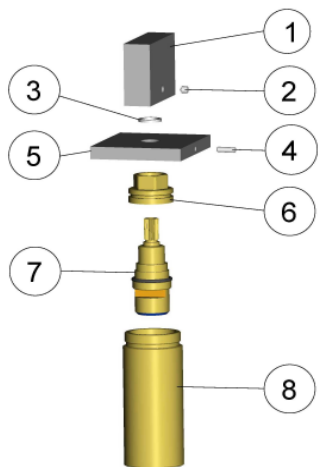

Fig.2
c) estrarre la piantana (10) dal piano sanitario;
d) svitare il grano (2) dalla maniglia (1) con una chiave a brugola **Ch2** ed estrarre la maniglia (v. Fig.2);
e) estrarre l'anello antifrizione (3) (v. Fig.2);
f) svitare il grano (4) posto dietro la bassetta (5) con la chiave a brugola **Ch2** (v. Fig.2);
g) svitare la bassetta (5) ruotando in senso antiorario (v. Fig.2);
h) svitare il dado (6), posto sul vitone, con una chiave a bussola **Ch17** ruotando in senso antiorario (v. Fig.2);
i) prendere la maniglia (1), inserirla sulla broccia del vitone (7) e svitare quest'ultimo ruotando in senso antiorario (v. Fig.2);
l) sostituire il vitone (7) con quello nuovo ed avvitarlo nella piantana (8), con l'ausilio della maniglia (1), fino a che non arrivi in battuta (v. Fig.2);
m) avvitare il dado (6) con la chiave a bussola per fissare il vitone;